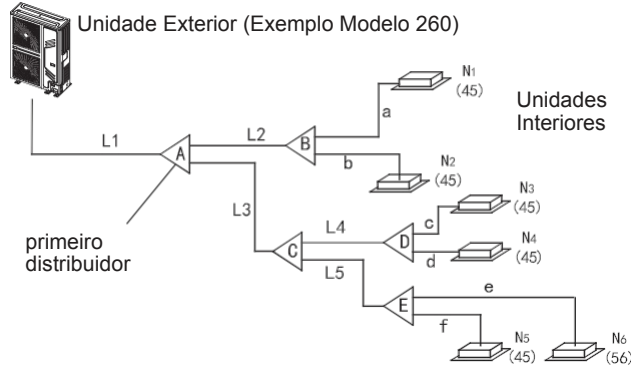

Fig. 4-5
2) Exemplo: Na Fig.4-5, a capacidade total a jusante do tubo L2 é de 28×2 56, portanto, de acordo com a Tabela 4.4, o diâmetro gás/líquido de L2 será $\Phi 15,9$ (5/8") / $\Phi 9,5$ (3/8").